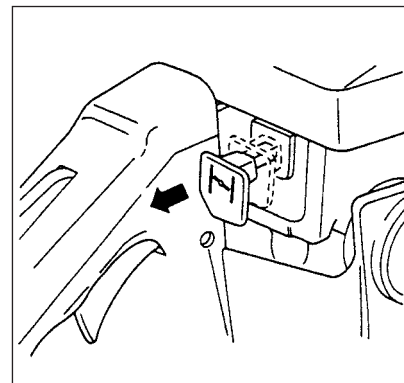

Fig. 2-3
2. Drag ut chokknoppen helt till läget för full chok. Detta kommer automatiskt att låsa gasspjället i startläge. (Fig.2-3)